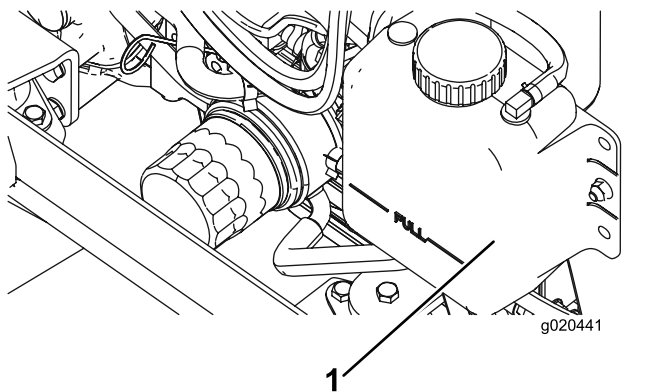

Figure 110
2. Retirez le bouchon du radiateur et le bouchon du vase d'expansion avec précaution (Figure 110).